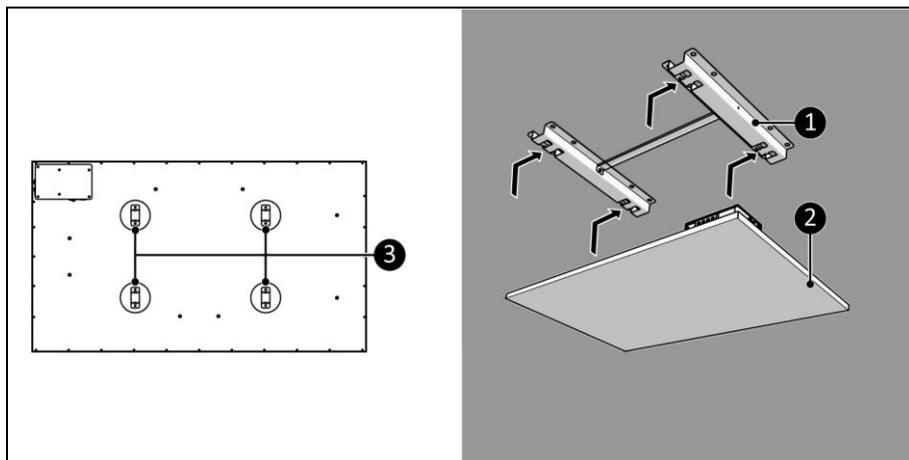

Afbeelding 12
2. Plaats het apparaat op een minimale afstand (Afbeelding 12) van: